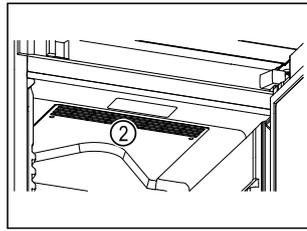

Fig. 65
- ❑ Ne pas obstruer les fentes d'aération Fig. 65 (2) du ventilateur de circulation d'air à l'intérieur de l'appareil.